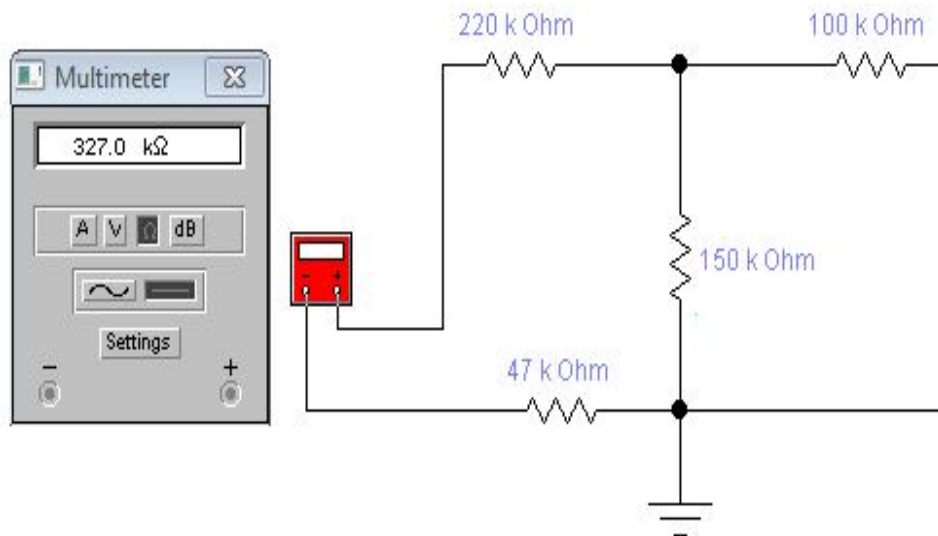

Рисунок 4.8 – Показання мультиметра в схемі 5
2. Увімкнути процес моделювання та виміряти опір у схемі електричного кола (рис. 4.8).